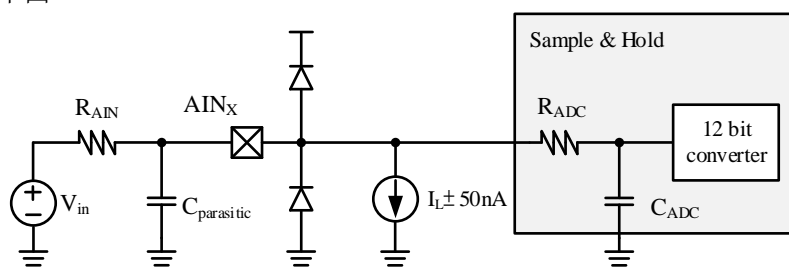

图5.7.1 ADC典型应用途
2. 表 5.7.2.最大  $R_{\text{AIN}}$  值为参考表 5.7.1 与图 5.7.1 中  $C_{\text{ADC}}$  与  $R_{\text{ADC}}$  所得